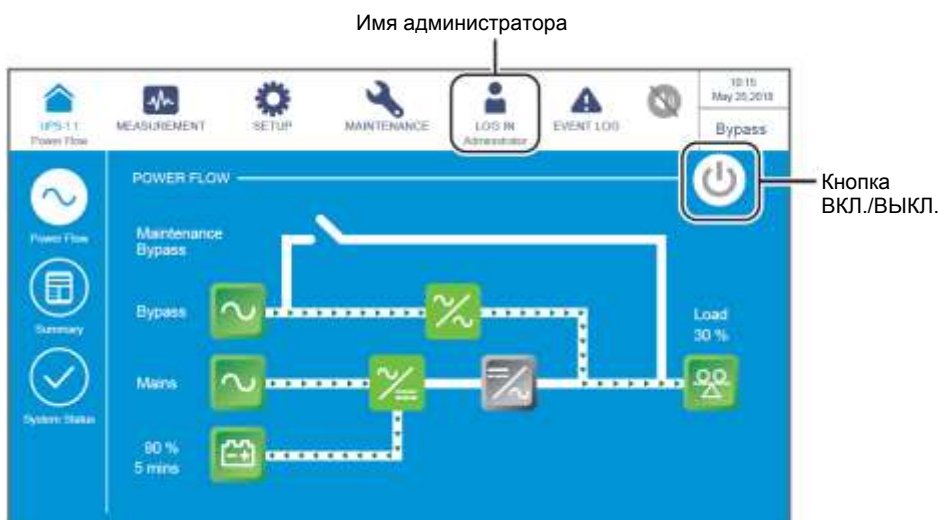

Рисунок 6-35: Главный экран: положение кнопок имени администратора и ВКЛ. / ВЫКЛ
- 7) Войдите в систему как **Администратор**. Для получения пароля **Администратора** свяжитесь с обслуживающим персоналом. После входа в систему убедитесь, что вход произошел под именем **Администратора** (см. **Рисунок 6-35**).